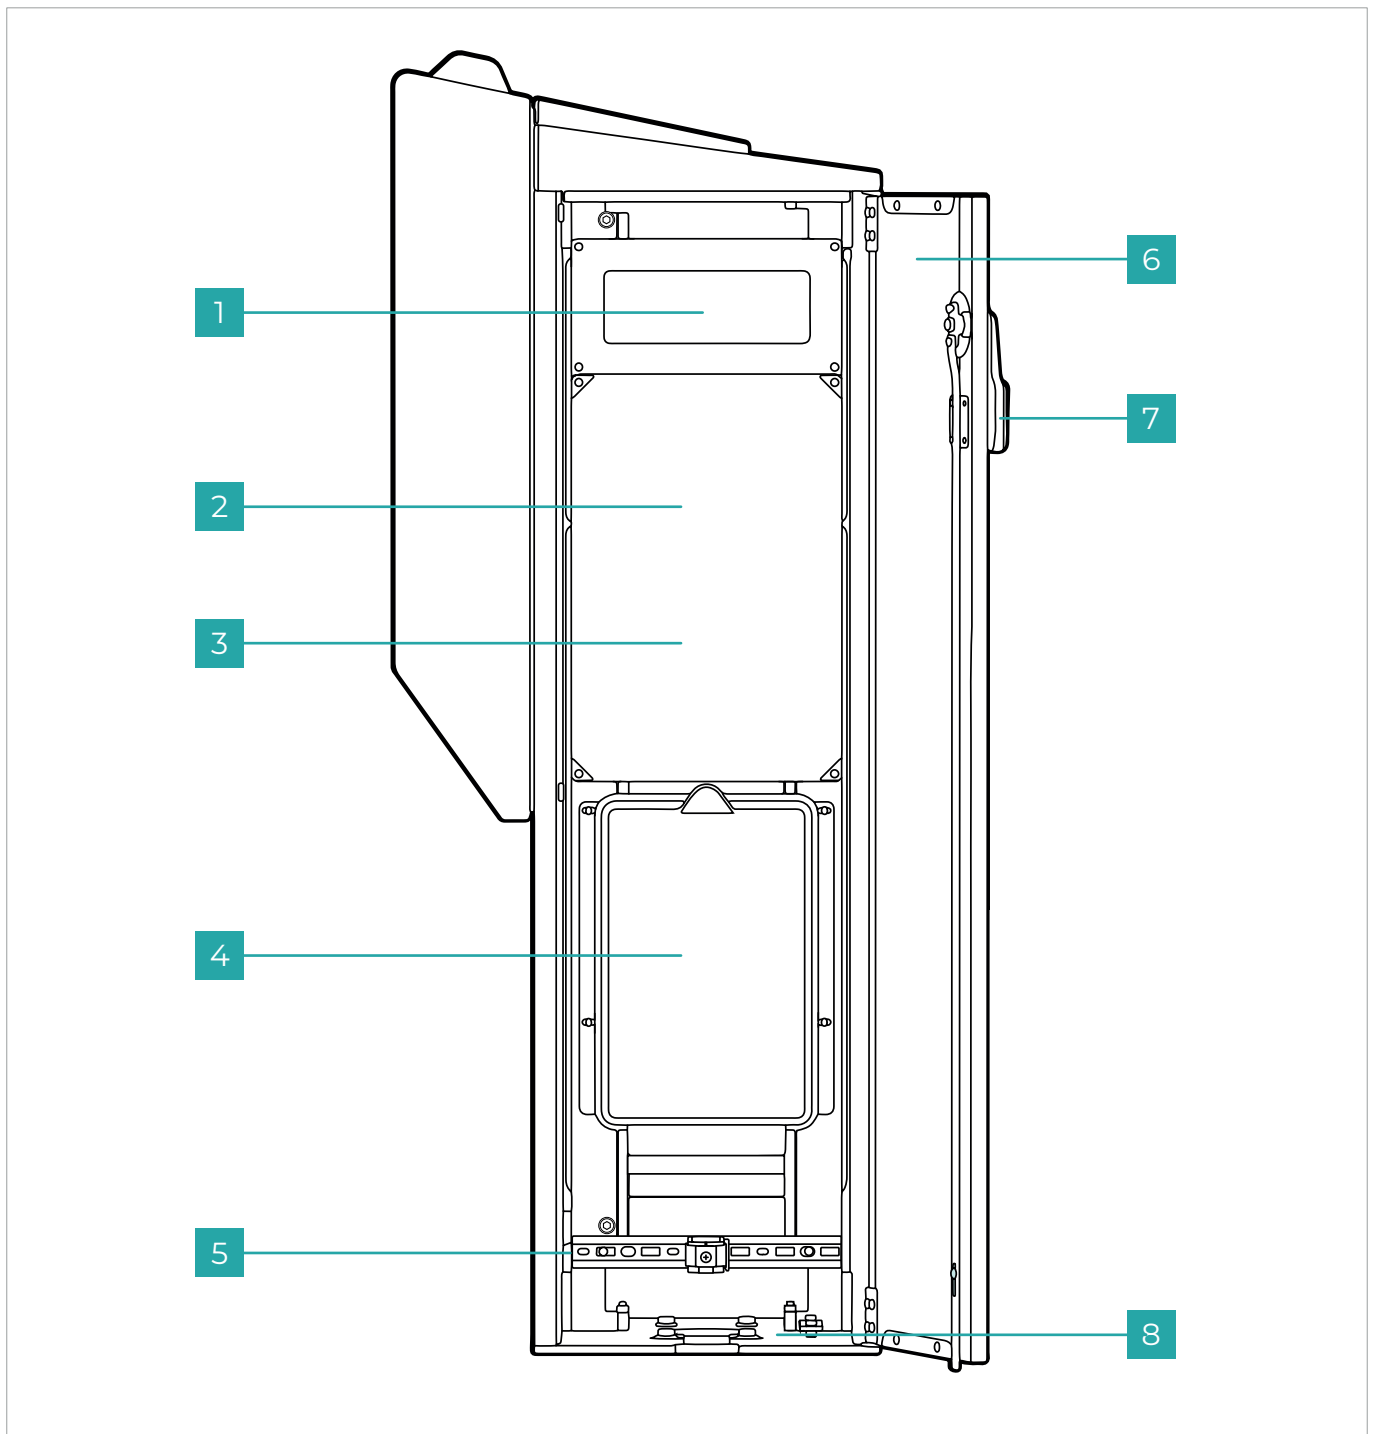

Abb. 2
3. Wartungstüre rechts (**Abb. 2/6**)